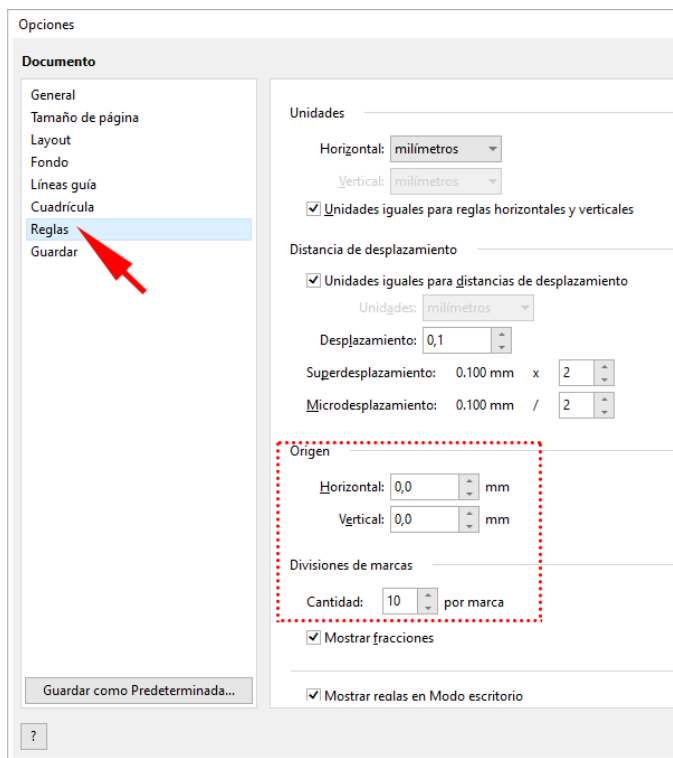

Figura A3-2
2. **NO realice** ningún cambio en la sección "Origen" cuando elija agregar marcas de registro por tamaño de página, como se indica a continuación; de lo contrario, la posición de las marcas cambiará (consulte la Figura A3-2).